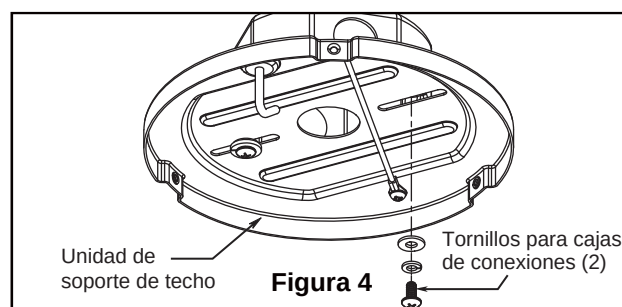

Figura 4
- ☐ 3. Con los tornillos y arandela plana de unión del techo cuadrado con la caja de conexiones del techo ajuste bien el soporte del ventilador a la caja de conexiones del techo como se muestra. (Figura 4)
- ☐ 4. Fije adecuadamente el adaptador de 9 pines desde el motor a la sujeción del arnés del cable ubicado dentro de la carcasa de la cubierta del interruptor. (Figura 4)
- ☐ 4. Si desea que el flujo de aire se desplace en la dirección opuesta, apague el ventilador y espere a que las aspas se detengan. Luego deslice el conmutador inversor a la posición contraria y vuelva a encender el ventilador. (Figura 4)